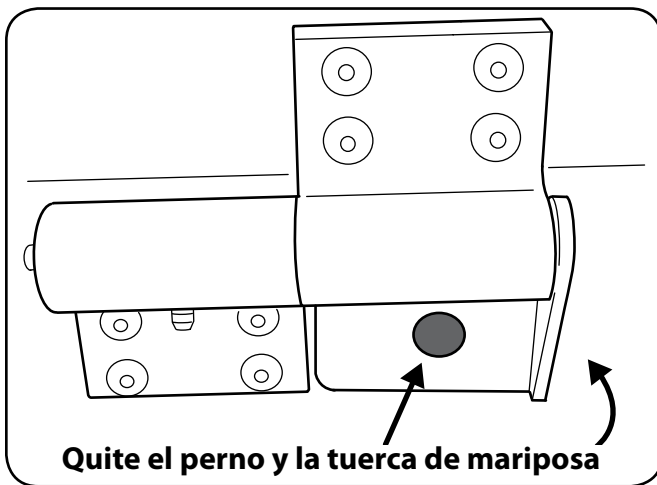

Figura 4-8
1. Quite las perillas de aleta, los pernos y los soportes de retención de los costados y de la puerta trasera. Consulte "Figura 4-8".